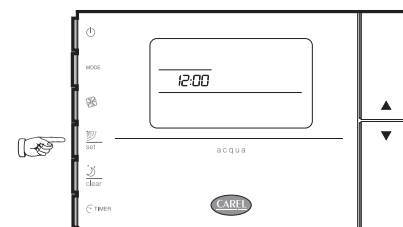

Fig. 2.13
- Confermare premendo il tasto SET (l'orario è acceso fisso, vedi Fig. 2.13).
- Confirm by pressing the SET button (the time is on steady, see Fig. 2.13).